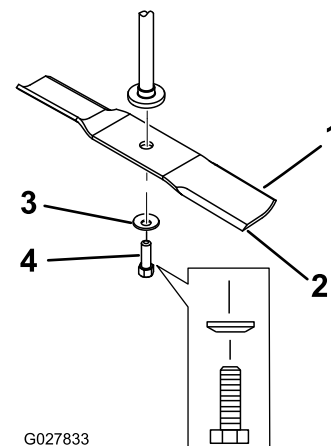

Bild 62
2. Entfernen Sie die Messerschraube, Wellenscheibe und das Messer von der Spindelwelle (Bild 62).
1. Setzen Sie das Messer auf die Spindelwelle (Bild 62).
2. Setzen Sie die Wellenscheibe (Kappenseite zum Messer) und die Messerschraube ein (Bild 62).